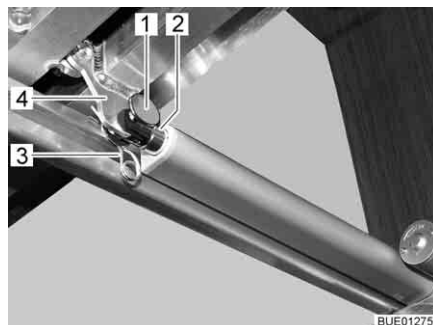

Bild 135 Drivning
- Lossa förbindelsen (t. ex. stift och fjäderkontakt (Bild 135,1 och 3)) mellan skjutstången (Bild 135,2) och ribbotten (Bild 135,4).